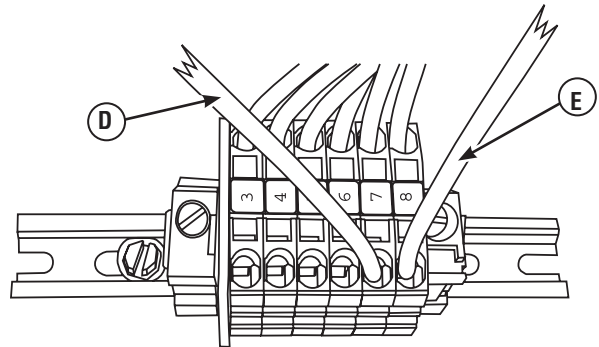

Figure 17 - Connexions 7 et 8 du bloc du terminal Eaton
3. Connectez l'extrémité nue de l'assemblage de fil D (207022DGS) à la position 7 du bloc de branchement du commutateur de transfert (Figure 17, D) et l'autre extrémité à l'adaptateur installé au terminal de contact N1.
4. Connectez l'extrémité nue de l'assemblage de fil E (207022EGS) à la position 8 du bloc de branchement du commutateur de transfert (Figure 17, E) et l'autre extrémité au porte-fusible (FH1).